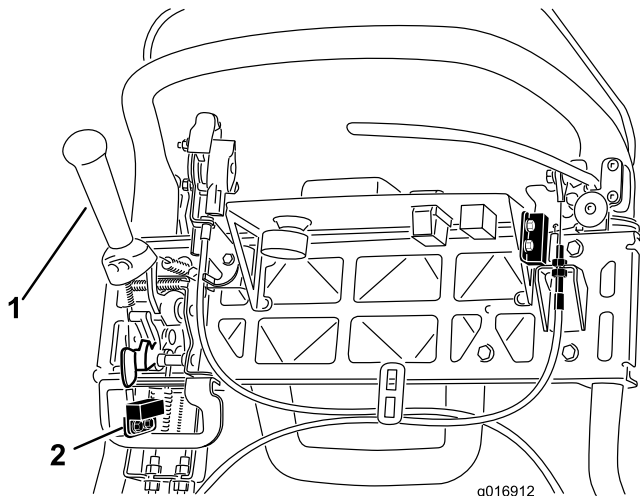

Figure 38
4. Desserrez les fixations du contacteur de sécurité (Figure 38).
5. Placez une cale de 1,6 mm d'épaisseur entre le levier de commande de déplacement et le contacteur de sécurité (Figure 38).